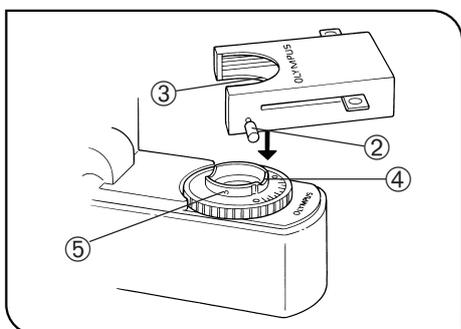
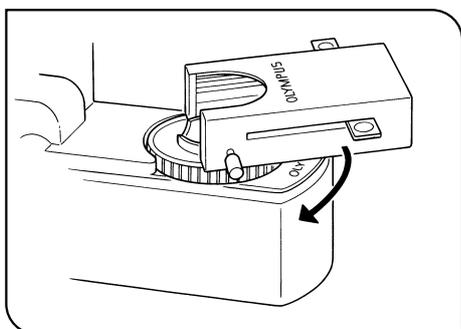

Fig. 8
Fig. 9
1. Svitare tutta la vite di fissaggio della cassetta ② - (Fig. 8).
2. Tenendo la cassetta sopra la lente di uscita della luce, allineare l'apertura (3) della cassetta con l'incavo del porta filtri ④ e posizionare la cassetta sullo stesso.
3. Ruotare la cassetta fino ad allineare i lati con lo stativo (Fig. 9).
4. Allineare la vite di fissaggio ② con il foro di posizionamento ⑤ posto sul porta filtri e stringere la vite per bloccare la cassetta.